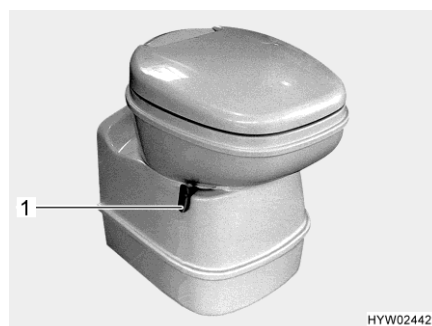
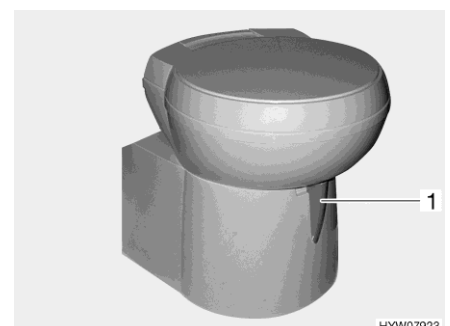

Fig. 269 Taza del inodoro Thetford, basculable
Fig. 270 Taza del inodoro Thetford, basculable (alternativa)
- Antes del lavado, abrir la corredera del inodoro Thetford. Para ello, empujar la palanca de corredera (Fig. 269,1 ó Fig. 270,1) en sentido contrario a las agujas del reloj.